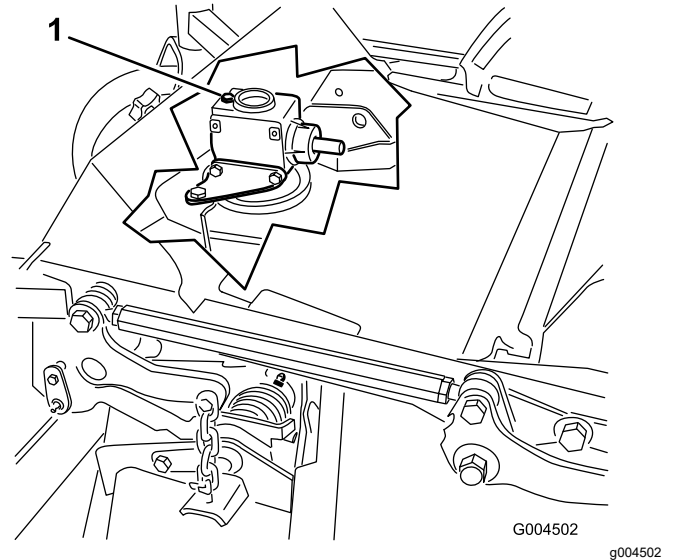

图 30
6. 请从齿轮箱顶部拆下量油尺/加油塞确保润滑油介于量油尺上的标记之间 图 30。
6. 从齿轮箱顶部取下量油尺/加油塞 图 30。